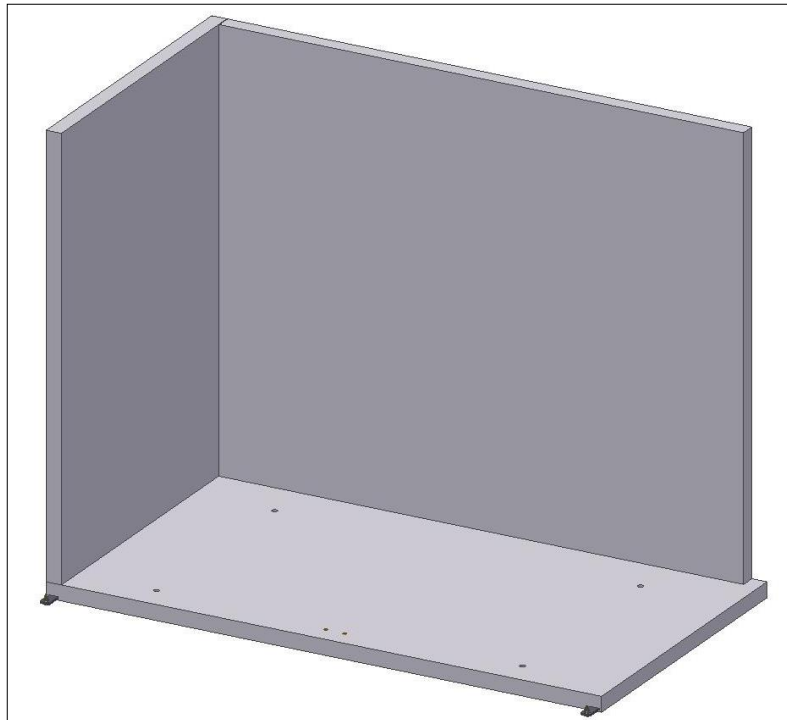

Fig. 4
- Encajar el **panel lateral izquierdo** sobre el panel del fondo y apretar sólo al fondo (Fig.4);